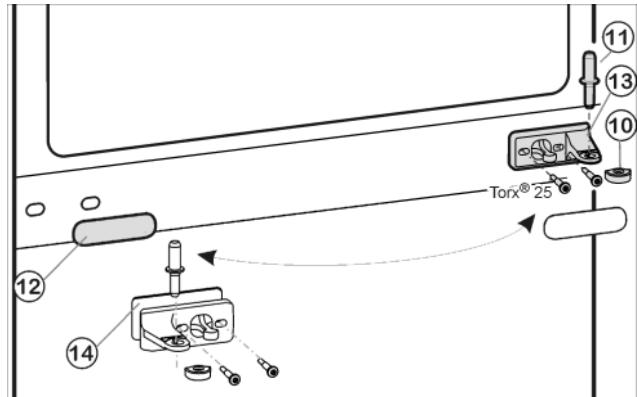

Fig. 9
- Вытащите из опорного кронштейна и нижней дверцы средний опорный палец Fig. 9 (11).
- Снимите пластмассовый колпачок Fig. 9 (10).
- Открутите средний опорный кронштейн Fig. 9 (13) (2 шт. Torx® 25).
- Осторожно снимите накладку Fig. 9 (12).
- Прикрутите средний опорный кронштейн Fig. 9 (13) с подкладкой Fig. 9 (14) с поворотом на 180° на новую сторону шарнира (**с моментом 4 Нм**).
- Зашелкните накладку Fig. 9 (12), повернув на 180°, на стороне, где теперь будет ручка.
- Снова наденьте пластмассовый колпачок Fig. 9 (10) на средний опорный кронштейн Fig. 9 (13).
- Вставьте средний опорный палец Fig. 9 (11) на новой стороне шарнира через средний опорный кронштейн Fig. 9 (13) в нижнюю дверцу.